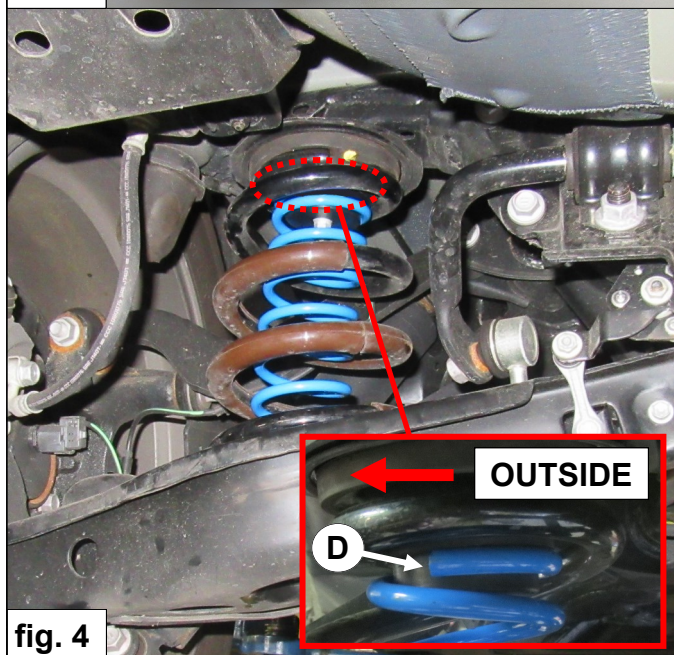

fig. 4
8. Drehen Sie Hilfsfeder C, so dass beide Enden D zeigen nach die **Außen-seite** des Fahrzeugs. Siehe Abb. 4.
8. Tourner le ressort auxiliaire **C** de sorte que les deux extrémités **D** sont dirigées vers l'extérieur. Voir fig. 4.
8. Vrid den hjälpfjädern **C**, så att fjäderändarna **D** är riktade till utsidan. Se fig. 4.